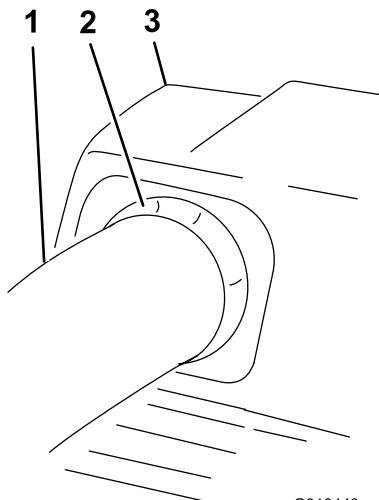

Figura 29
11. Malo izvucite gornju cev tako da zaptivka bude ispupčena prema spolja i preko donje cevi (Figura 29).
20. Malo izvucite gornju cev tako da zaptivka bude ispušćena prema spolja i preko sklopa duvača (Figura 29).